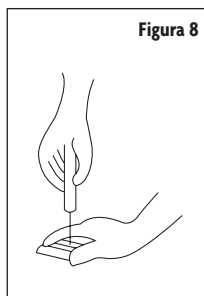

Figura 8
- Alinee los huecos del soporte antivuelco con los huecos en el piso. Asegure el soporte antivuelco con los tornillos suministrados. (Consulte la Figura 8).